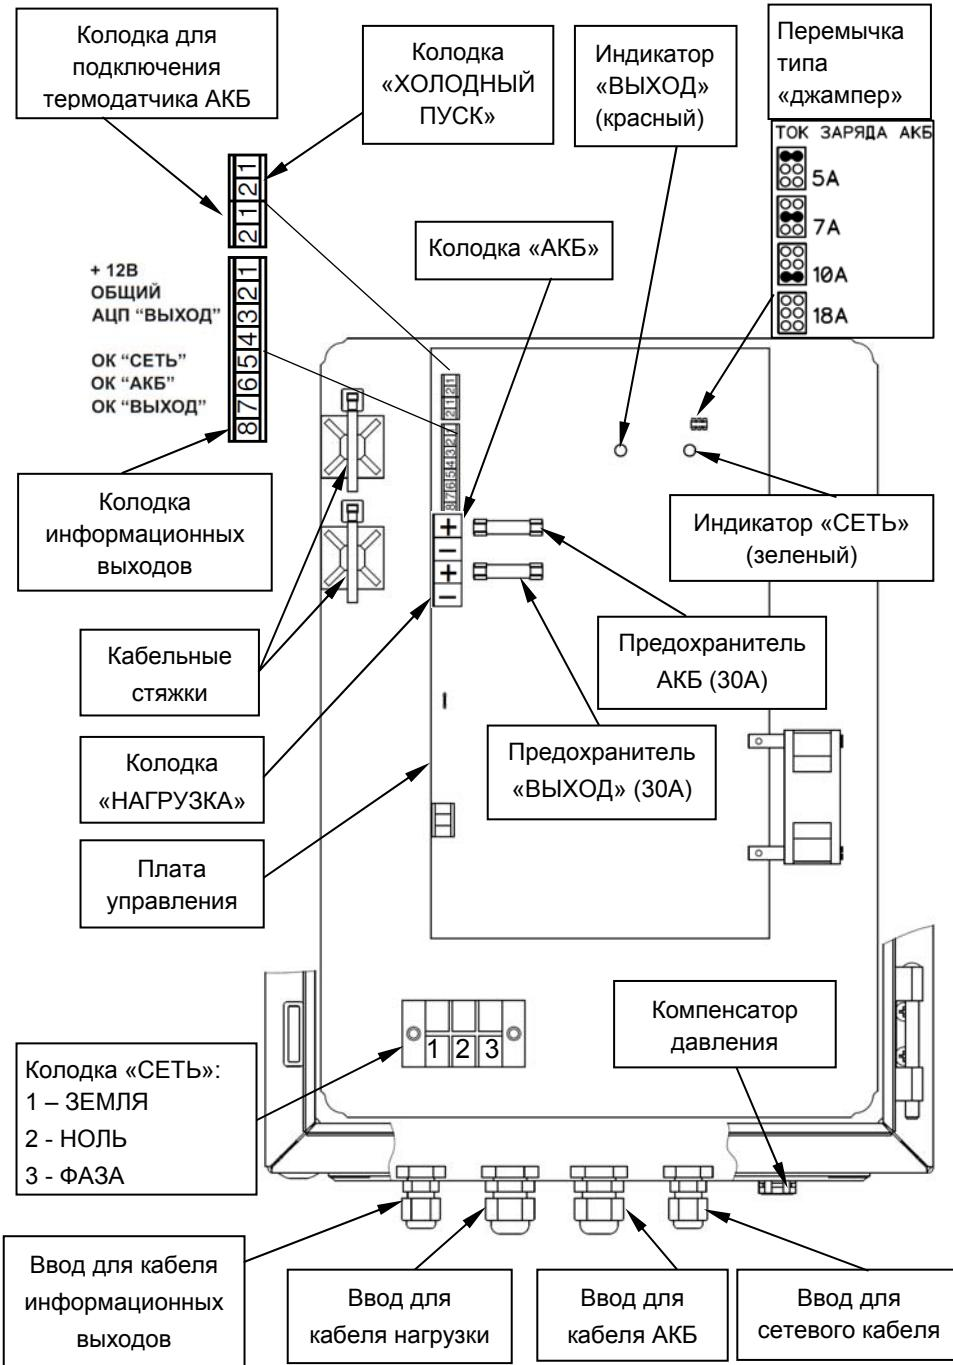

Рисунок 2 - вид изделия с открытой дверцей
- возможность восстановления работоспособности изделия при подключении исправной и заряженной АКБ и отсутствии напряжения питающей сети («холодный запуск») путем кратковременного замыкания контактов соответствующей колодки (см. рисунок 2);
Подвод проводов сетевого питания, выходной нагрузки и АКБ осуществляется через герметичные кабельные вводы, также установленные на нижней стенке корпуса (см. рисунок 2).
**Изделие обеспечивает ограничение тока заряда АКБ.** Выбор одного из четырех значений ограничения тока заряда АКБ осуществляется установкой/удалением соответствующей перемычки типа «джампер» (см. рисунок 2) в соответствии с рекомендациями таблицы 2.
Не светится	Выход «НАГРУЗКА» отключен: - АКБ отсутствует или - напряжение на клеммах АКБ менее 10,5 В, или - неисправен предохранитель АКБ (см. рисунок 2)